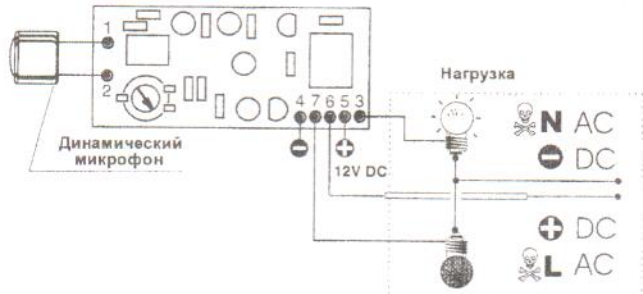

Рис.3 Схема подключения коммутатора
- подключите микрофон и нагрузку, как показано на рис.3;